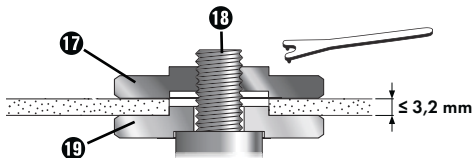

Abb. 1
**Bei dünnen Schleifscheiben (siehe Abbildung 1):**